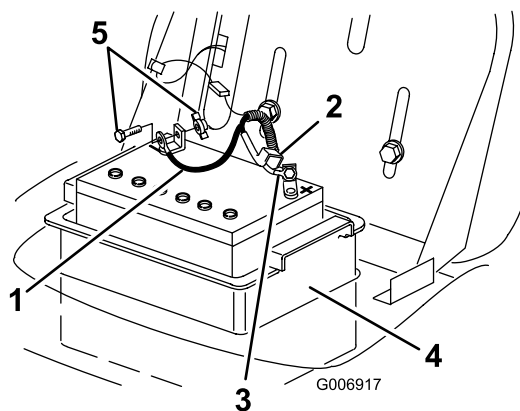

Figura 27
- Desconecte el cable negativo de tierra (negro) del borne de la batería (Figura 27).
- Deslice hacia arriba la cubierta de goma del cable positivo (rojo). Desconecte el cable positivo (rojo) del borne de la batería (Figura 27).
- Retire la caja de la batería y la batería del chasis (Figura 27).
- Coloque la batería en la caja de la batería e instálela en el chasis (Figura 27).
- Usando el perno, las arandelas y la tuerca, conecte el cable positivo (rojo) al borne positivo (+) de la batería (Figura 27).
- Usando el perno y la tuerca de mariposa, conecte el cable negativo (negro) al borne negativo (-) de la batería (Figura 27).